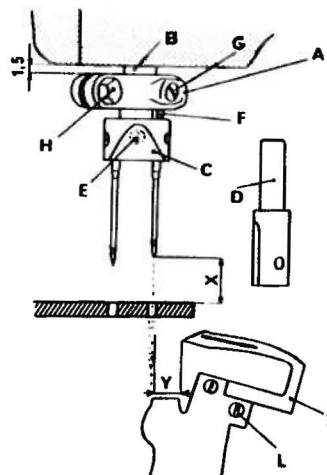
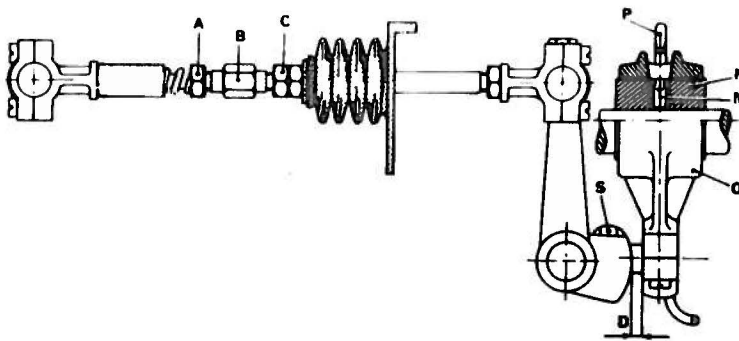

fig. 3
Fig.10
- S 1651 00 per esecuzione quote come da fig. 3
3 Posizionamento dell'ago (fig. 3)
- Inserire fino in fondo il crochet Z nell'apposita sede e bloccarlo sul piano del gambo con la vite L (fig. 3).
- Eseguire la misura D col calibro S. 1652.00 per biella comando crochet (fig.10) agendo sul dado S.
- Ricercare la misura Y (tabella fasature) dalla punta del crochet all'ago di destra (fig. 3)
- Allentare i controdadi A e C (fig.10) e ruotare il perno B in un senso o nell'altro fino ad ottenere la misura Y (fig. 3).
- Bloccare leggermente i due controdadi A e C (fig.10).
- Se la corsa del crochet e' ritardata o anticipata, bisogna allentare i due grani interni M dell'eccentrico N della biella O (fig.10) e, tenendo fermo l'eccentrico M, ruotare il volantino della macchina in modo da ottenere la condizione voluta
Nota: Se questa condizione non si verificasse, si deve allungare o accorciare la corsa del crochet agendo sulla vite S (fig.10) variando cosi' la quota D.
- Bloccare i controdadi A e C (fig.10).
Nota: Quando si sposta la biella per eseguire la misura D (fig.10), tenere presente che l'eccentrico N sia sempre centrato rispetto alla testa di biella O. In caso di eccessivi spostamenti, modificare la posizione del tubetto di lubrificazione P spostandolo adeguatamente in modo che la mezzeria coincida con il centro del foro esistente sulla testa di biella O.